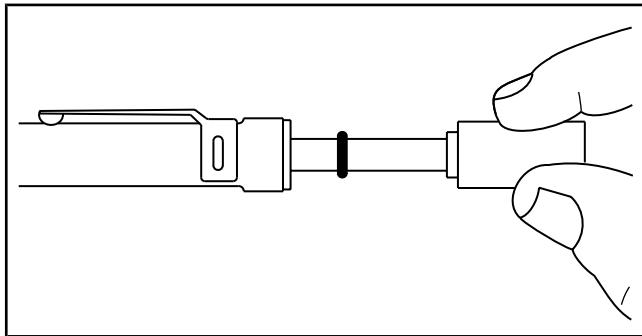

Рисунок 11.10-5: Определение усилия натяжения приводного ремня
- e. Зарегистрируйте значение прибора (см. Рисунок 11.10-5). Значение усилия определяется положением низа большого уплотнительного кольца на шкале. Значение должно находиться в пределах заданного диапазона, см. Таблица 11.10-1.